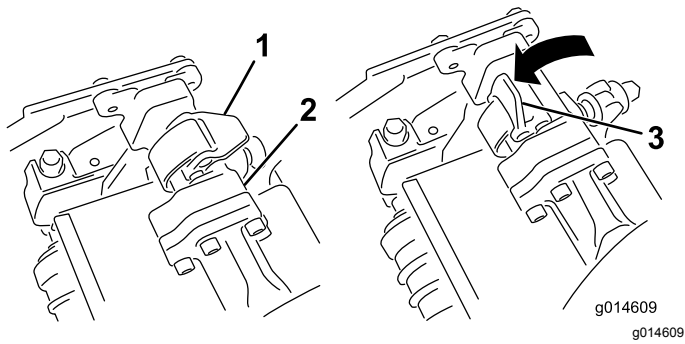
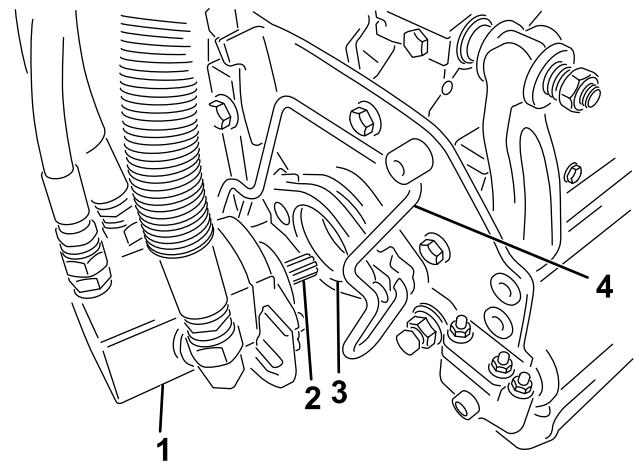

Figura 42
Figura 43
3. Con los enganches del brazo de suspensión orientados hacia arriba (es decir, abiertos (Figura 42)), empuje hacia abajo el brazo de suspensión de modo que la barra encaje en la barra situada en la parte superior de la unidad de corte (Figura 43).
4. Presione los enganches hacia abajo alrededor de la barra de la unidad de corte y bloquéelas (Figura 42).
4. Abra los enganches de la barra del brazo de suspensión de la unidad de corte que está retirando (Figura 42).